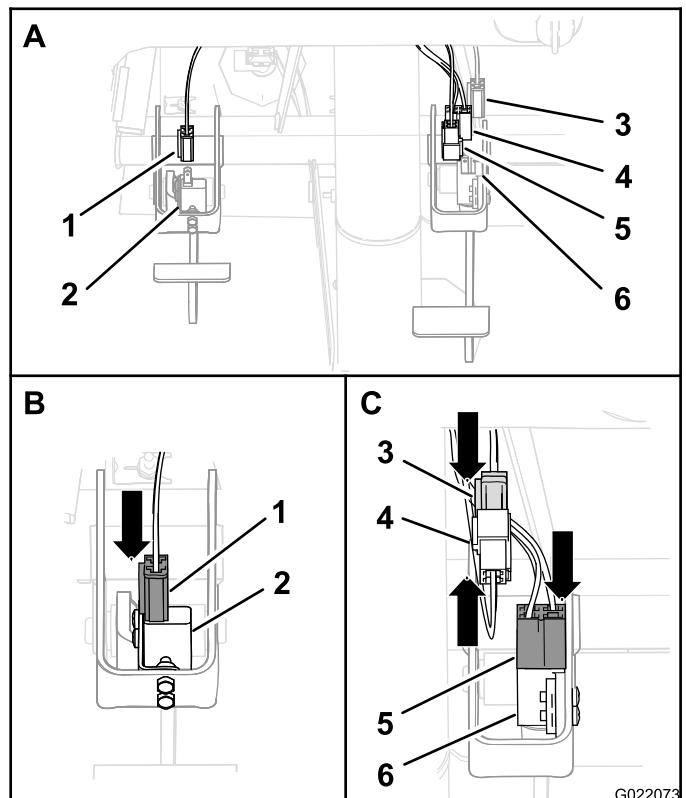

Figura 12
2. Conecte el conector hembra de 2 contactos al interruptor del embrague (Figura 12).
- A. Conecte el conector hembra de 4 contactos al interruptor del freno (Figura 12).
- B. Conecte el conector de 2 pines del arnés de cables del interruptor de desconexión al conector de 2 pines del arnés de cables de la máquina (Figura 12).